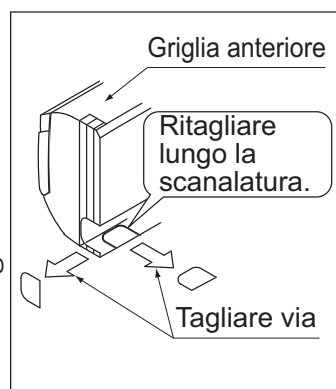

Fig. 5
(3) Se si utilizzano le posizioni a sinistra, in basso a sinistra, a destra o in basso a destra per le tubazioni, praticare il relativo foro passante nella griglia anteriore utilizzando, per esempio, un taglierino. (Fare riferimento alla Fig. 5)